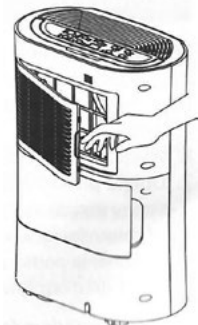

Abb. 7
3. Bauen Sie das Lufteinlassgitter (6) und den Einsatz des Kohlefilters (13) aus (Abb. 7). Das Gitter (6) entstauben Sie zuerst mit einer weichen Bürste, waschen Sie es im Wasser mit Reinigungsmittel und dann spülen und trocknen Sie es. Das Netz im Gitter muss nach dem Waschen vollkommen sauber sein. Ist das nicht der Fall, muss das Waschen wiederholt werden. Den Einsatz des Kohlefilters entstauben Sie mit einer weichen Bürste, aber waschen Sie ihn nicht im Wasser. Nach der Reinigung bauen Sie die Filter an ihre Stellen ein. Reinigen Sie die alle 2-3 Wochen. Bei mechanischen Beschädigungen sind sie zu erneuern.